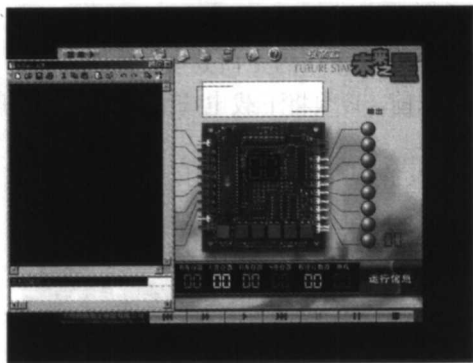

图 1-8
1. 单击功能调试窗口区域内的“源程序编程”窗口名，进入到“源程序编程”窗口，如图 1-8 所示。